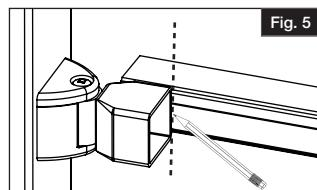
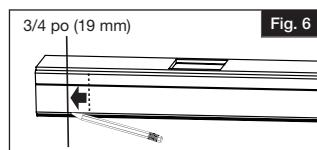

Fig. 5
Fig. 6
- Placer la section de rampe à l'angle désiré, et faire des marques sur la main courante (Fig. 4) et la lisso (Fig. 5).
- Dans le cas de la lisso, ajouter 3/4 po (19 mm) vers l'extrémité de la lisso ou le poteau (Fig. 6) aux marques faites sur la section à l'étape 3 (Fig. 5), et couper la section à l'emplacement de ces marques.